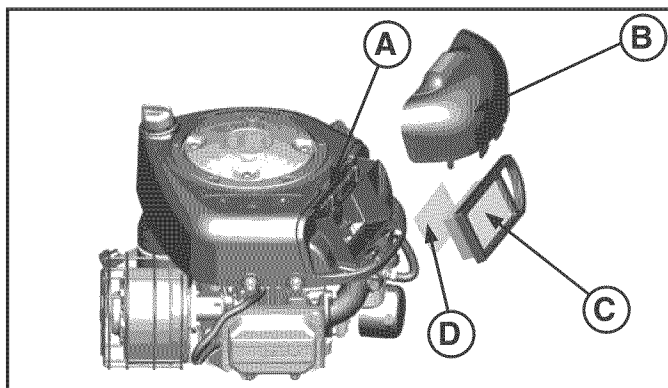

FIGURA 17
1. Levante de la parte inferior de la traba (A, Figura 17) y tire la traba hacia fuera de la cubierta (B).
2. Retire la cubierta. Quite el filtro (C) y el depurador (D).